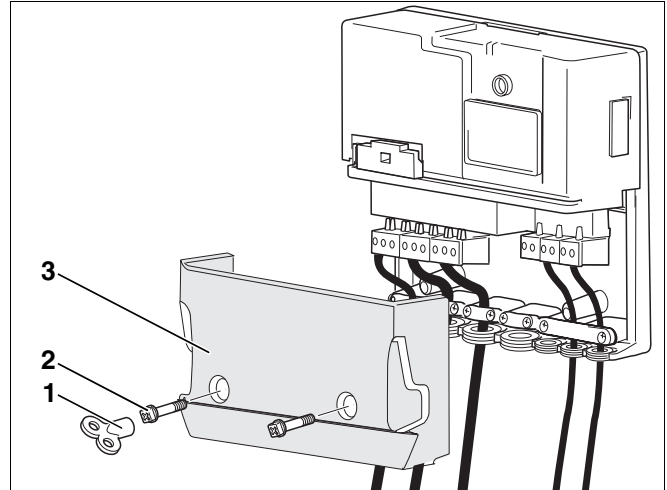

Abb. 6 Klemmenabdeckung montieren
- Klemmenabdeckung (Abb. 6, **Pos. 3**) aufsetzen.
- Kreuzschlitzschrauben (Abb. 6, **Pos. 2**) entweder mit einem Kreuzschlitz-Schraubendreher oder mit einem Entlüftungsschlüssel (Abb. 6, **Pos. 1**) anziehen.